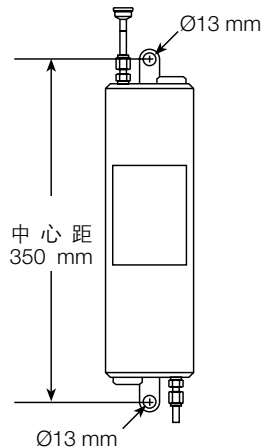

图 3
-取样冷却器必须垂直安装,安装使用顶部预留孔和底部安装支架。(见图3)